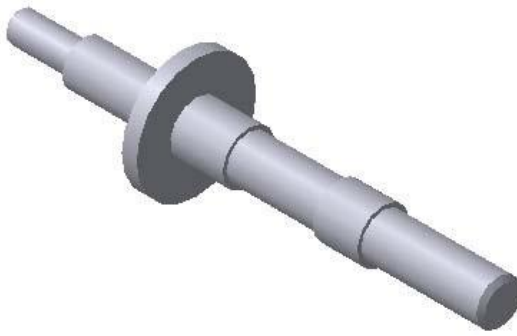

Рисунок 5.11 – Перебудована модель
7. У результаті модель перебудується залежно від нових параметрів (рис. 5.11).